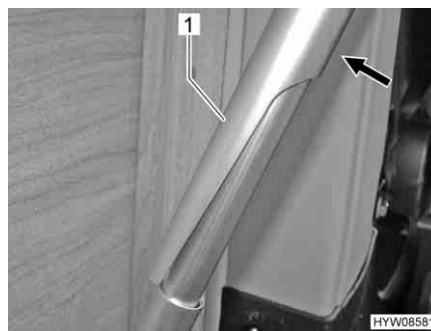

Fig. 26 Piede di sostegno, sbloccato
- Spingere la parte superiore del piede del tavolo (Fig. 26,1) verso la parete esterna (Fig. 26).